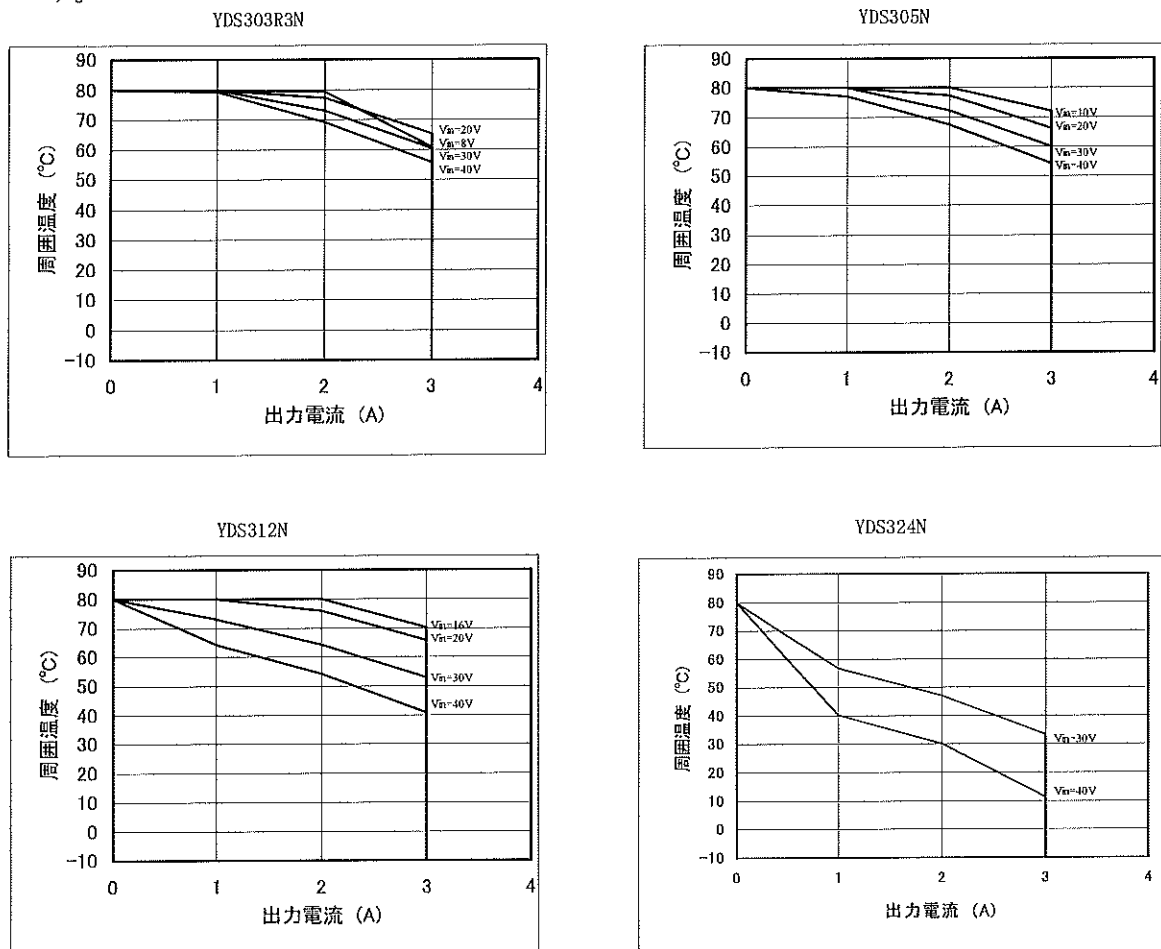

図5. 出力電流 Vs 周囲温度
YDS300Nシリーズの最高周囲温度は入力電圧、出力電流により変換効率が変動し、内部ロスが変化するため、図5のグラフまたは内部ロス曲線、効率曲線から決定します。
①. 出力電流 Vs 周囲温度グラフを使った求め方
- 図5の「出力電流 Vs 周囲温度」グラフからb)の条件における最高周囲温度が決定されます。